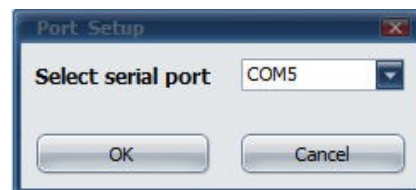

Рисунок 2 – Диалоговое окно выбора порта
2) выбрать команду «**Connection** ▶ **Setup Serial Port**» (рисунок 1) и, открывшемся диалоговом окне, выбрать порт, к которому подключен Программатор (адаптер) PCON 200. Подтвердить выбор нажатием кнопки «OK» (рисунок 2);